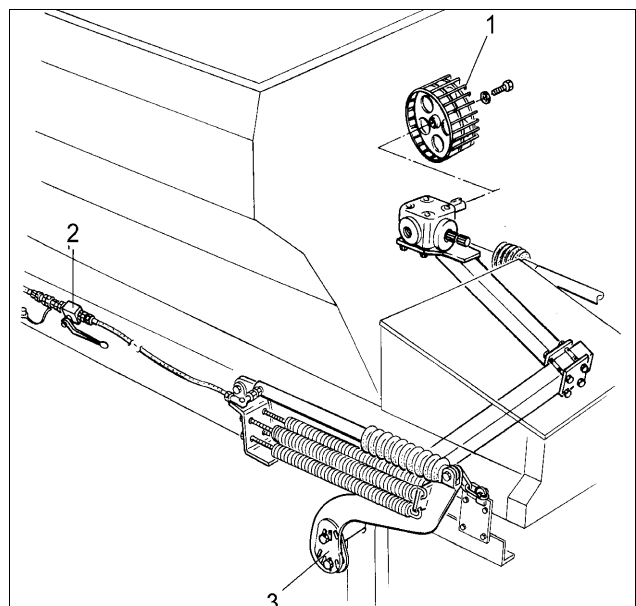

Fig. 74
2. Branchez le raccord hydraulique (Fig. 74 /2) sur un distributeur à simple effet du tracteur